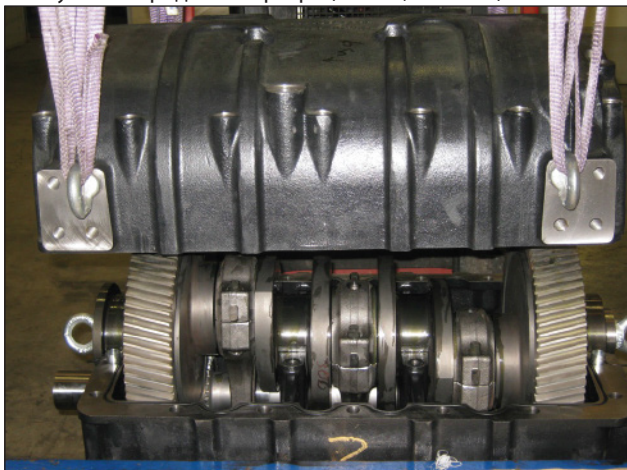
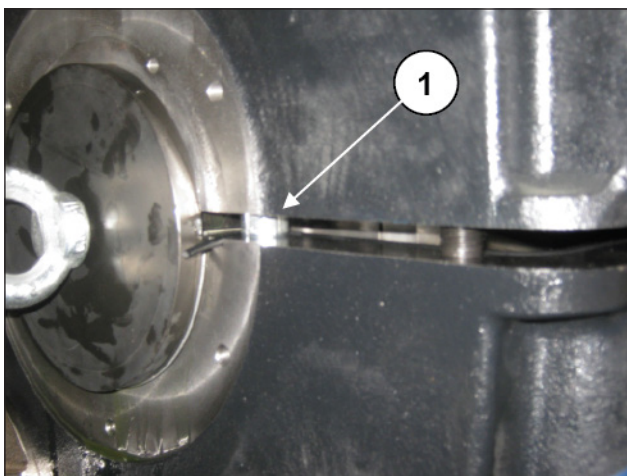

Рис. 110
Рис. 111
Установите задний картер (Рис. 110), проверив центровку по втулкам переднего картера (поз. ①, Рис. 111).